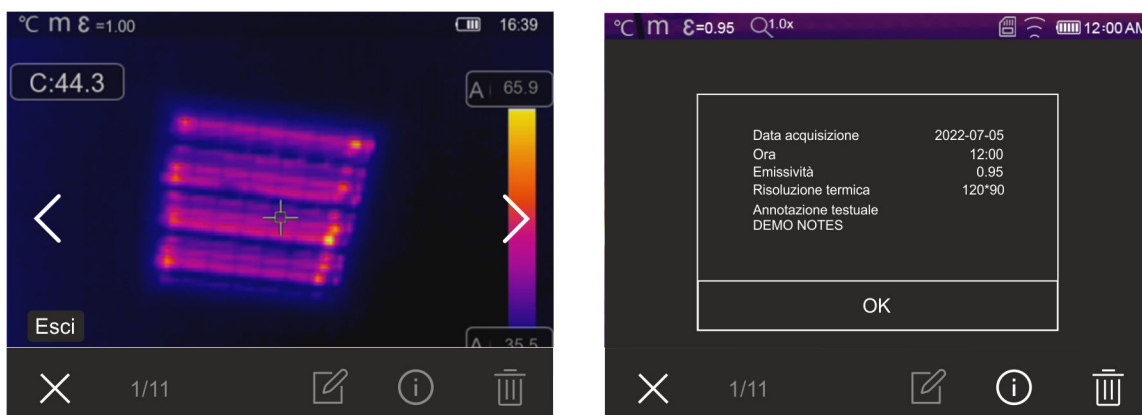

Fig. 49: Richiamo a display immagini salvate
1. Toccare l’icona per entrare nella galleria delle immagini e video salvati nella memoria dello strumento o nella micro SD card. La videata di Fig. 49 – parte sinistra seguente è mostrata a display
3. Toccare l’icona “i” per aprire la sezione con le informazioni sull’immagine salvata. La videata di Fig. 49 – parte destra è mostrata a display